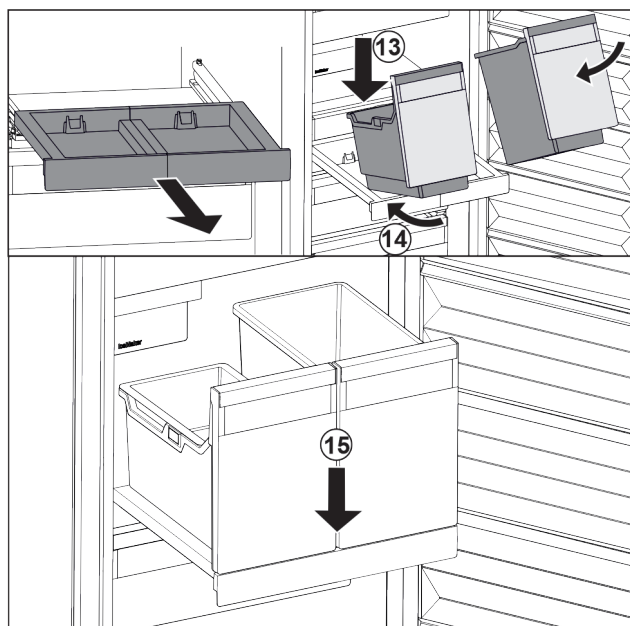

Fig. 105
- Nasadíte nádobu šikmo na vyťahovaciu poličku. Fig. 105 (13)
- Zasuňte nádobu šikmo dozadu. Fig. 105 (14)
- Zložte nádobu vpredu. Fig. 105 (15)